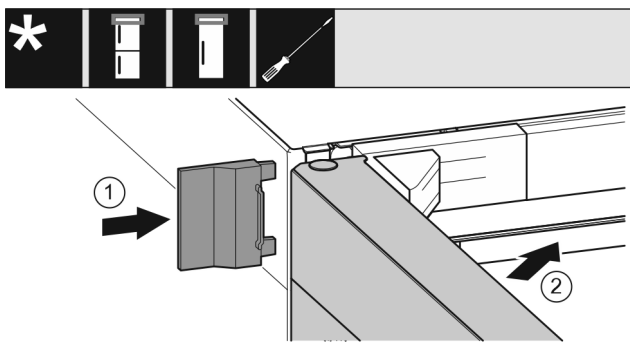

Fig. 22
- Navlecite zunanji pokrov Fig. 22 (1).
- Zaprite zgornja vrata Fig. 22 (2).